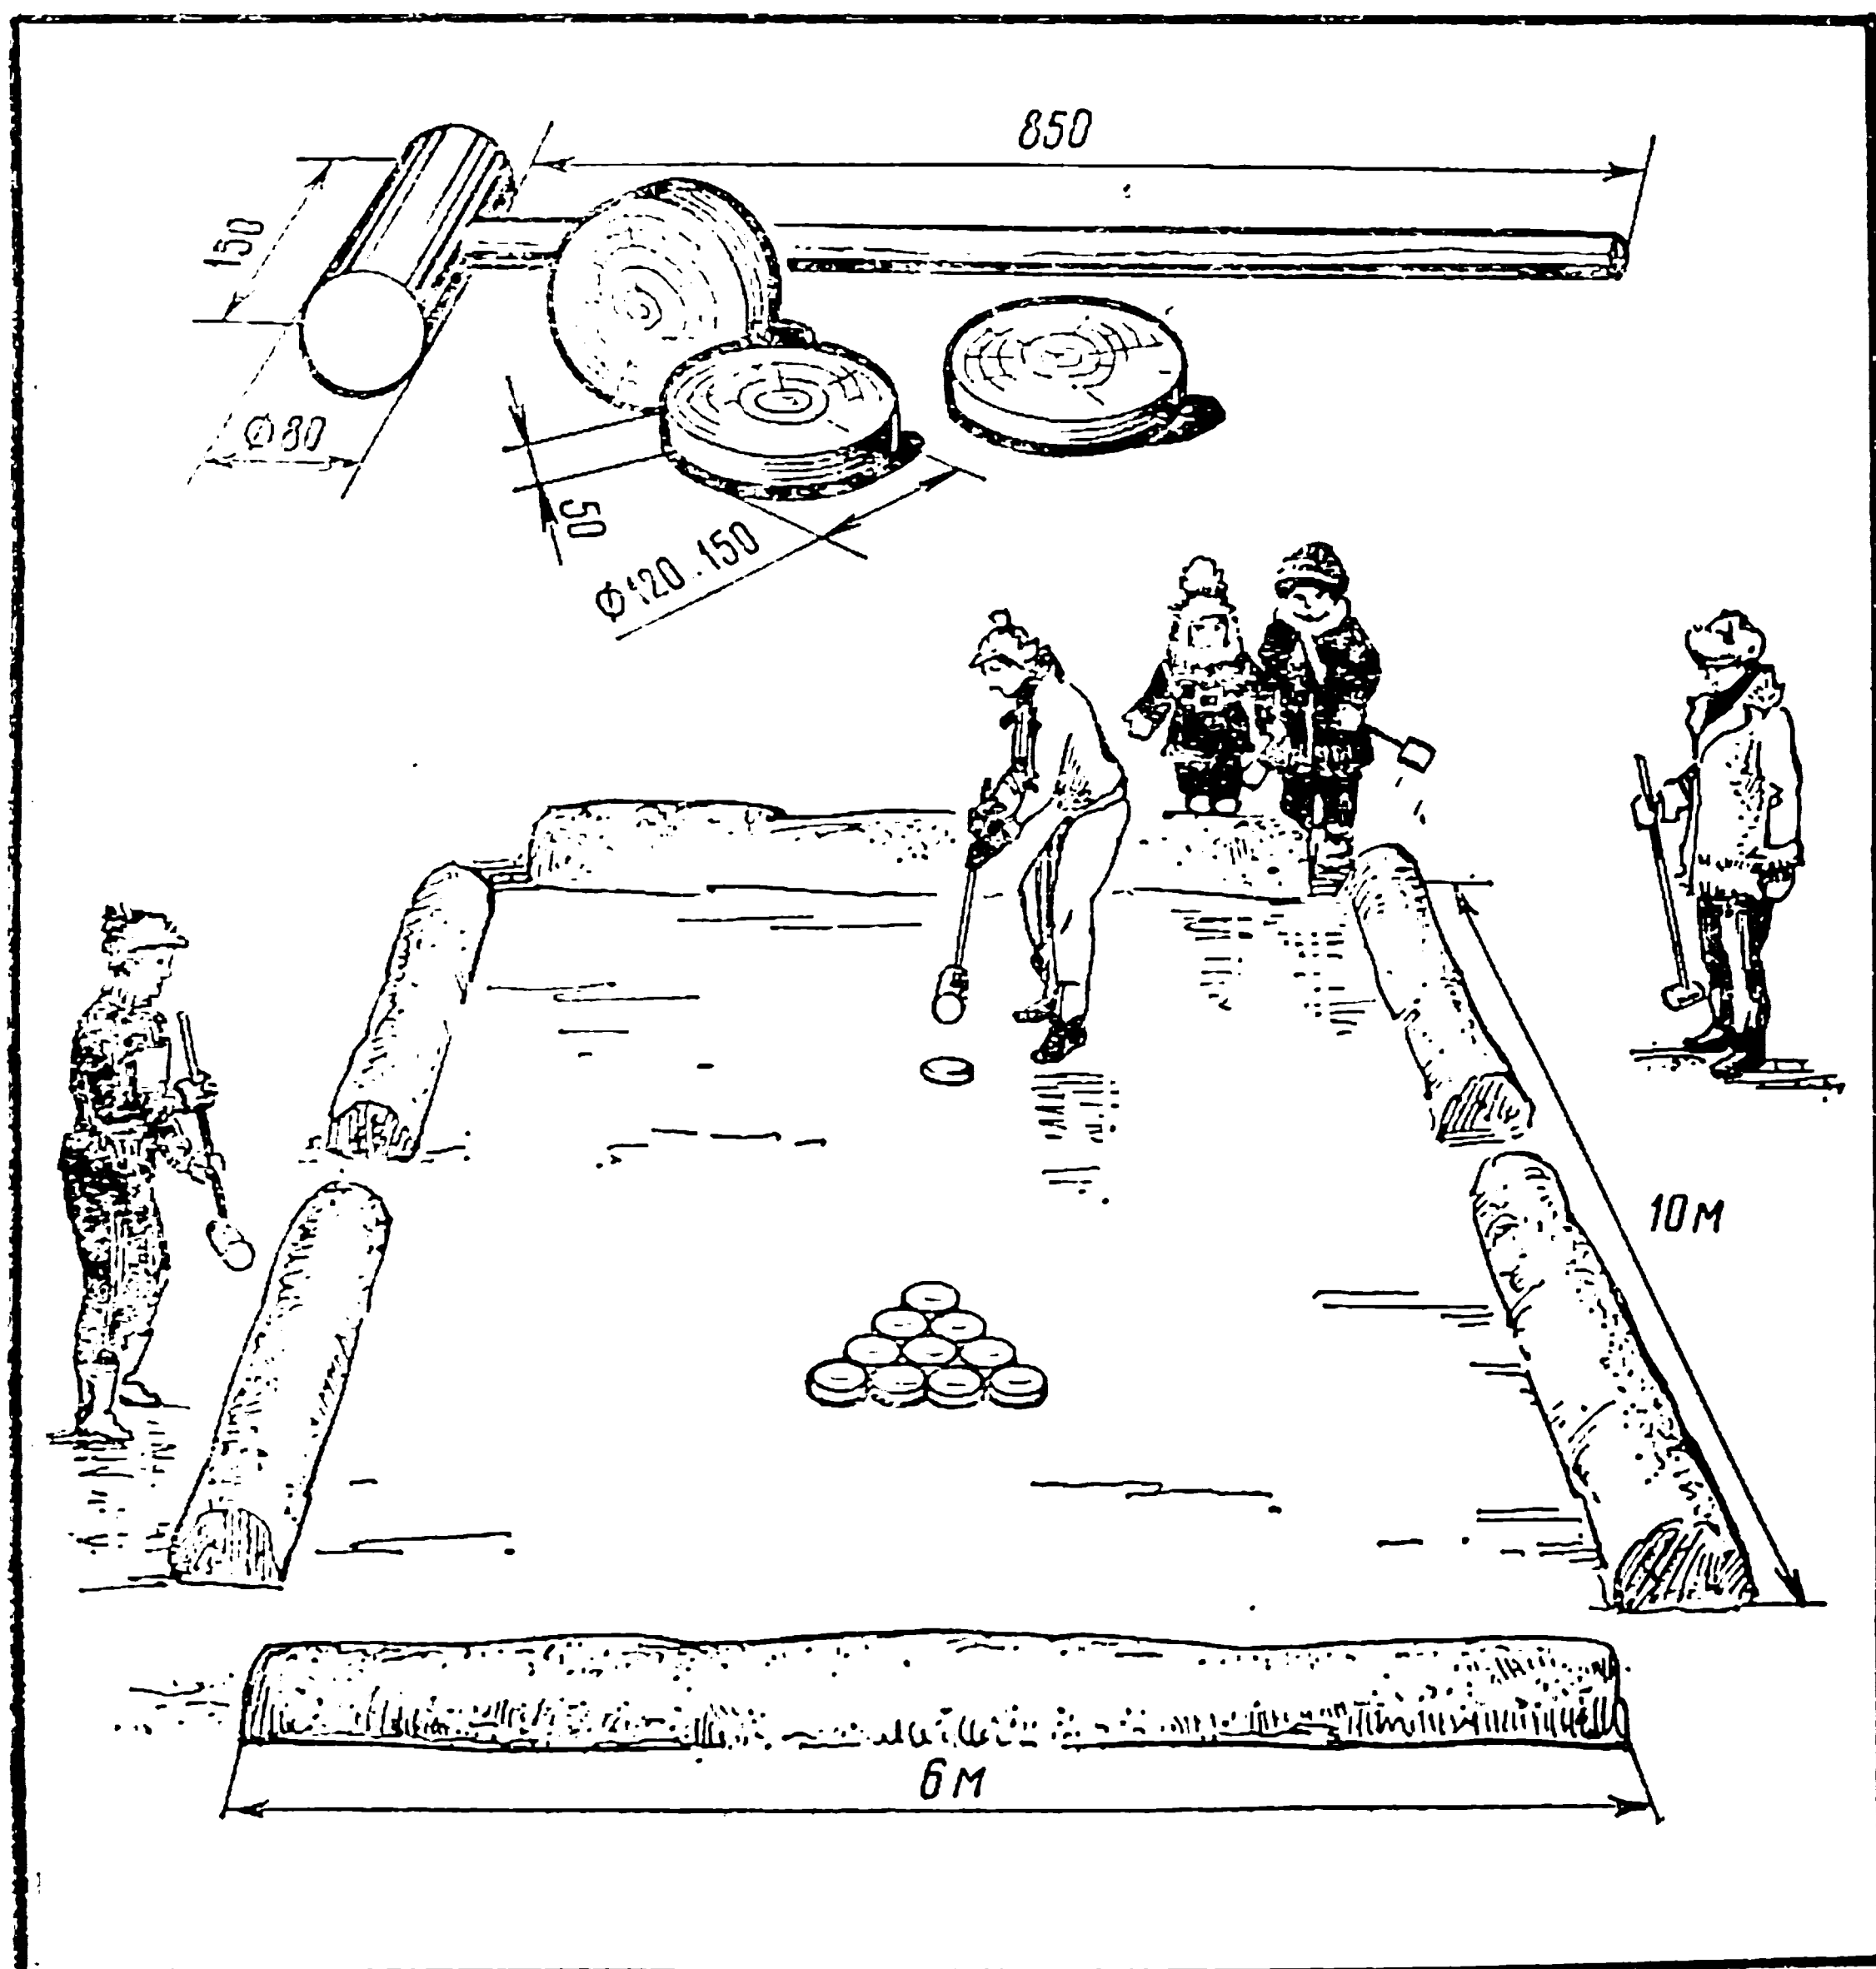

Рис. 10.
**Ледяной бильярд.** Правила этой увлекательной зимней игры такие же, как в обычном бильярде. Но игровой инвентарь (см. рис. 10) совсем не похож на обычный. Он приспособлен для игры зимой на школьной или дворовой спортплощадке. «Бильярдным столом» служит ледяная площадка размером 10×6 м, огороженная снежными бортиками. «Лузы» — небольшие проемы в углах и посередине боковых сторон площадки.
Вместо бильярдных шаров используйте плоские деревянные шайбы. Их можно напилить из бревна диаметром 120—150 мм. Размеры шайб и биты показаны на рис. 10.